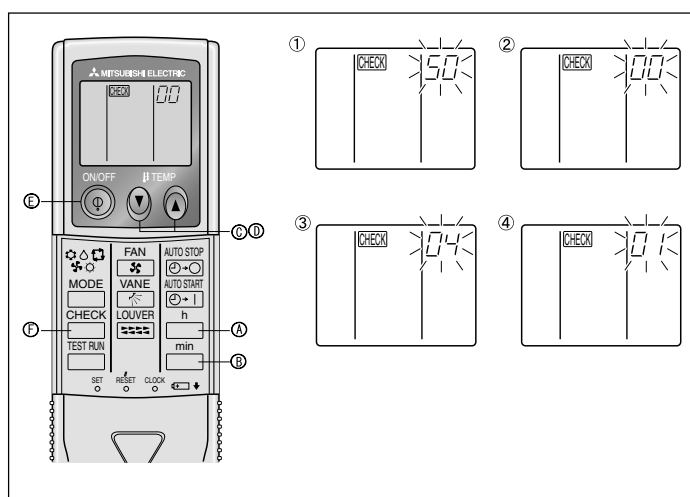

Fig. 6-10
- Appuyer sur la touche MODE **E**, les numéros de programmation et de mode (1) et (2) changeront et seront continuellement affichés, et les détails de la programmation pourront être confirmés.
2) Pour la télécommande sans fil (Fig. 6-10)